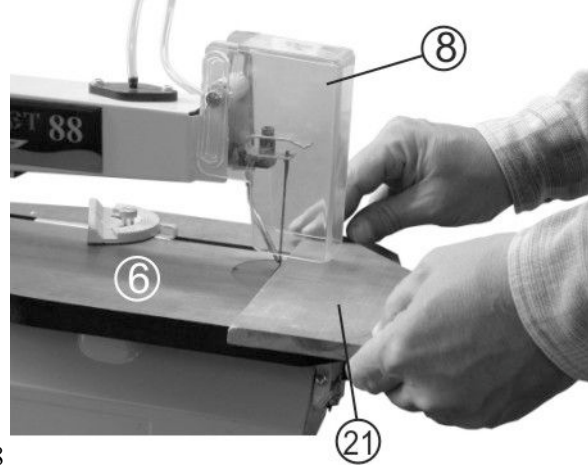

Рис.8
11.1.3. Убедитесь, что ограждение пильного полотна (8) опущено, а рабочий стол (6) не загроможден инструментом или другими предметами, Рис.8.
11.1.4. Используйте заготовку (22) при регулировке ограждения пильного полотна для корректировки высоты, Рис.8. Ограждение пильного полотна должно находиться как можно ближе к заготовке, не касаясь ее.
11.1.7. Двумя руками осторожно положите заготовку (22) на рабочий стол (6), Рис.8.
11.1.8. Прижмите заготовку (22) к рабочему столу (6) и медленно подавайте ее на пильное полотно, Рис.8.